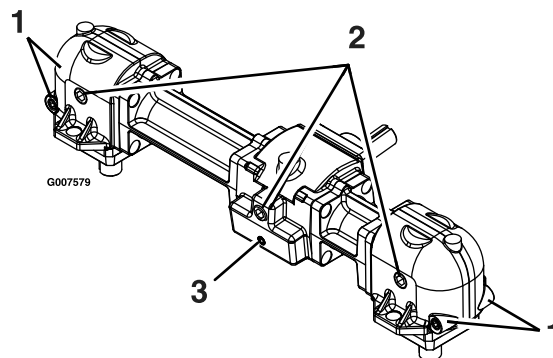

Figure 35
4. Enlevez le grand bouchon de vidange d'huile à l'avant de chacun des trois éléments du boîtier d'engrenages et vidangez l'huile (Figure 35).